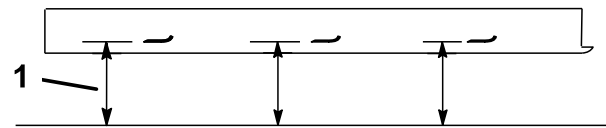

Figura 65
2. Mida desde una superficie nivelada hasta el filo de corte, posición A, de las cuchillas (Figura 65). Anote esta dimensión.